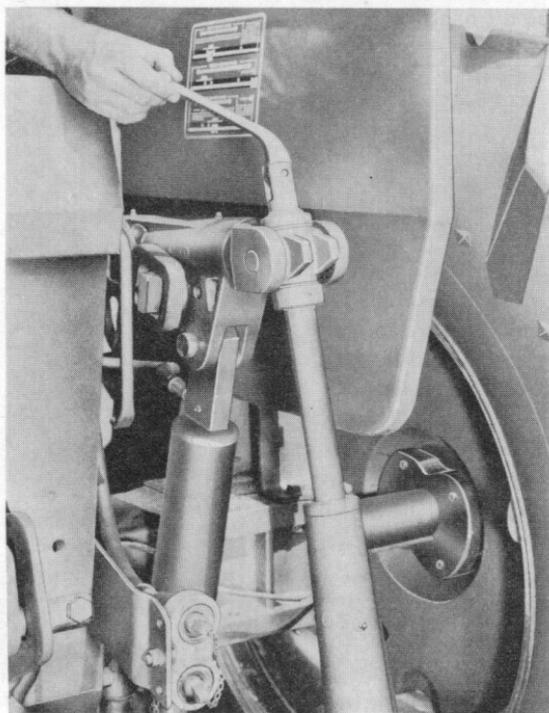

Fig. 13
- Fixer la barre d'attelage inférieur droite à l'axe d'attelage droit de la même façon en s'aidant si nécessaire de la manivelle d'aplomb (fig. 13). Verrouiller la broche d'attelage droite à l'aide de la goupille Ferguson.